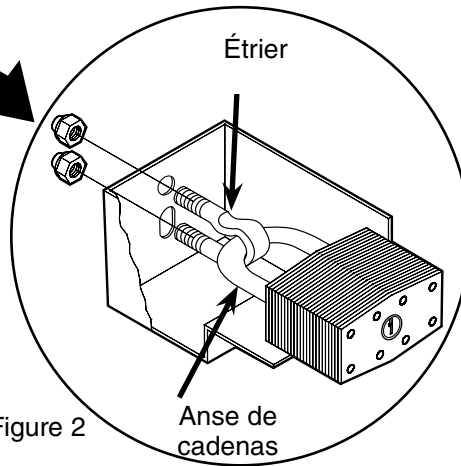

Figure 2
3. Guidez l'étrier au travers des deux trous à l'arrière du logement de cadenas (figure 2).